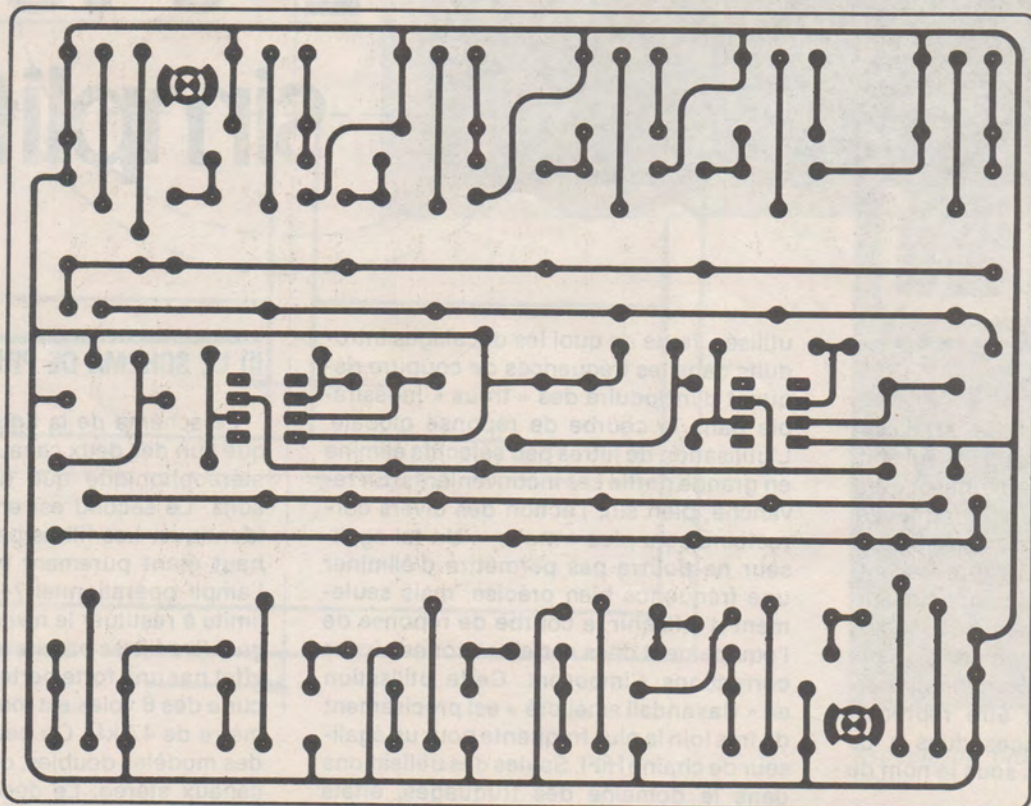
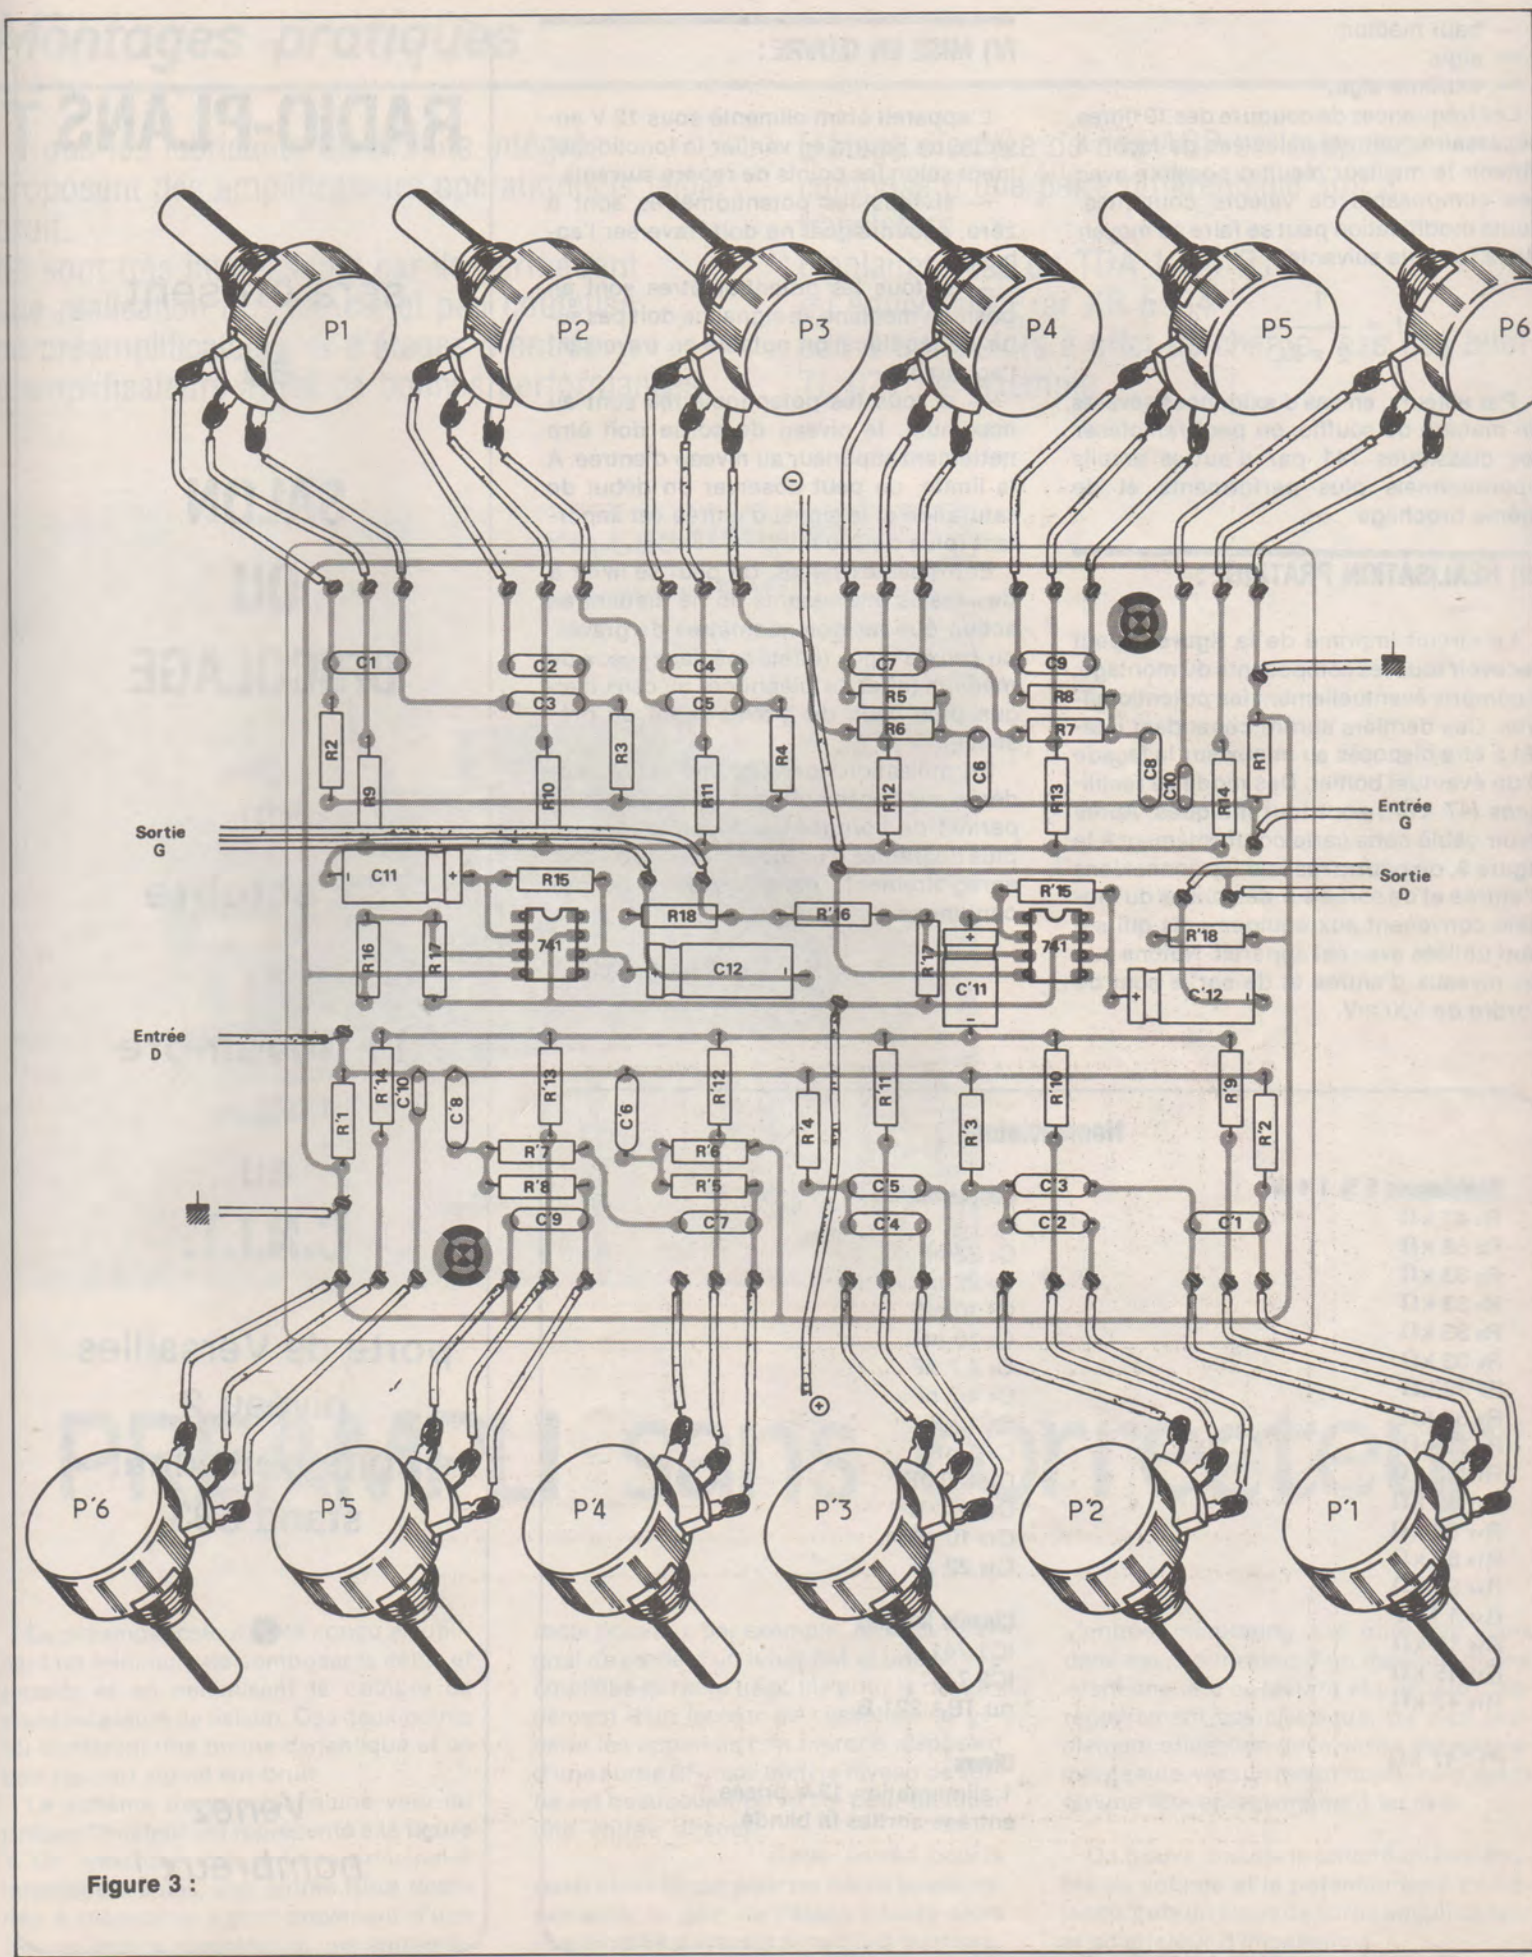

Figure 2 :
Figure 3 :
1) En se servant des plans cotes figures 2 et 3, tracer soigneusement à l'échelle 1 sur papier les différentes pièces de bois constituant l'enceinte en tenant compte des coupes d'angles, calculer votre métrage de bois nécessaire.
Le circuit imprimé de la **figure 2** peut recevoir tous les composants du montage, y compris éventuellement les potentiomètres. Ces derniers auront cependant intérêt à être disposés au mieux sur la façade d'un éventuel boîtier. Des modèles rectilignes (47 kΩ) sont tout indiqués. Après avoir câblé cette carte conformément à la **figure 3**, on pourra réaliser les connexions d'entrée et de sortie sur des prises du modèle convenant aux équipements qui seront utilisés avec cet appareil. Notons que les niveaux d'entrée et de sortie sont de l'ordre de 500 mV.